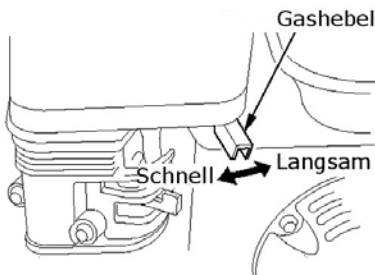

Abb. 19: Gashebel einschalten
Schritt 1: Stellen Sie den Gashebel (Abb. 19) ganz nach rechts auf „LANGSAM“